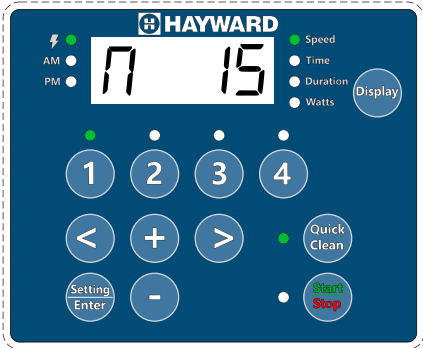

Figure 8
- 2. Appuyez deux fois sur la touche « Setting » de réglage des paramètres. Le voyant du paramètre « Durée » clignote pendant la modification. **Voir la figure 8.**